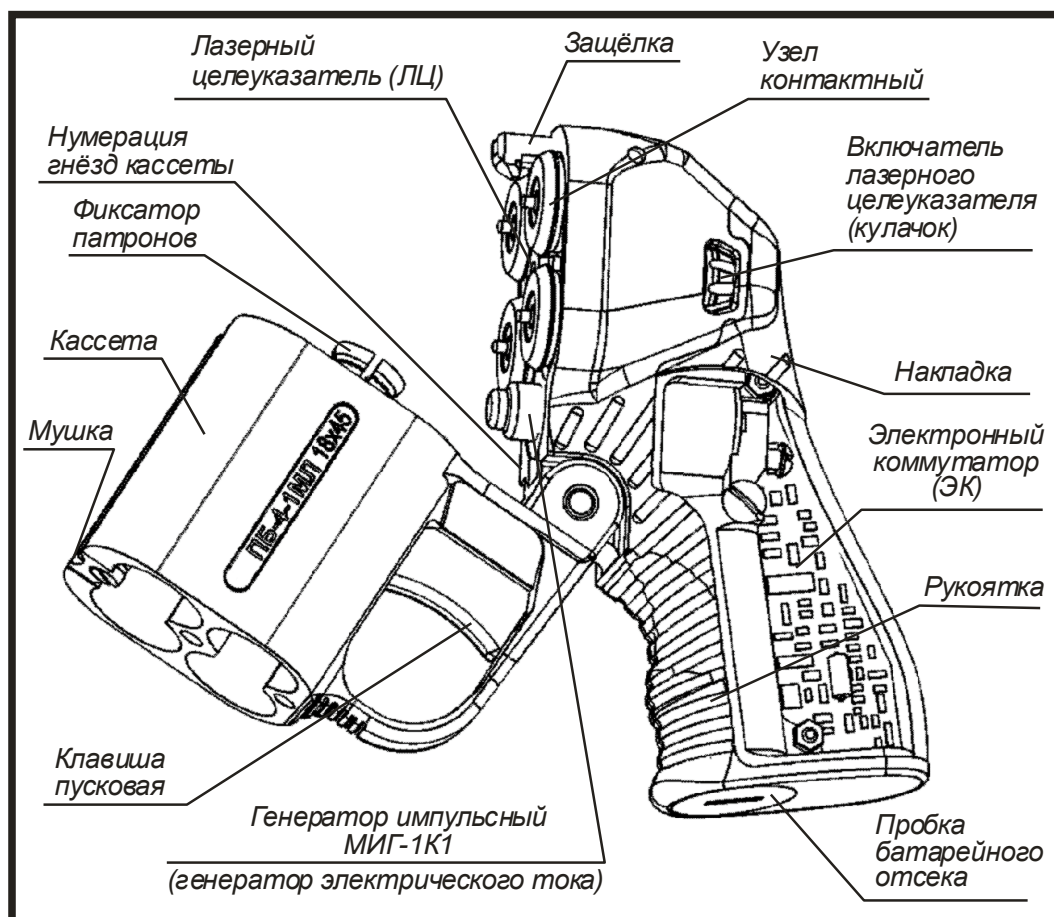

Рисунок 1 – Основные узлы и детали оружия
4.1 Оружие состоит из следующих основных узлов и деталей (см. рисунок 1):